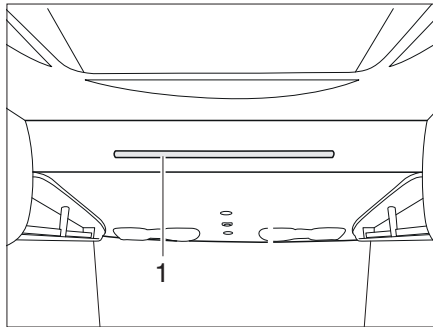

Bild 152 Höjbar säng, manuell
- Dra ner den höjbara sängen i handtaget (Bild 152,1) med båda händerna.
- Man fäster stegen med båda byglarna på stängen (Bild 152,1) på den höjbara sängen.